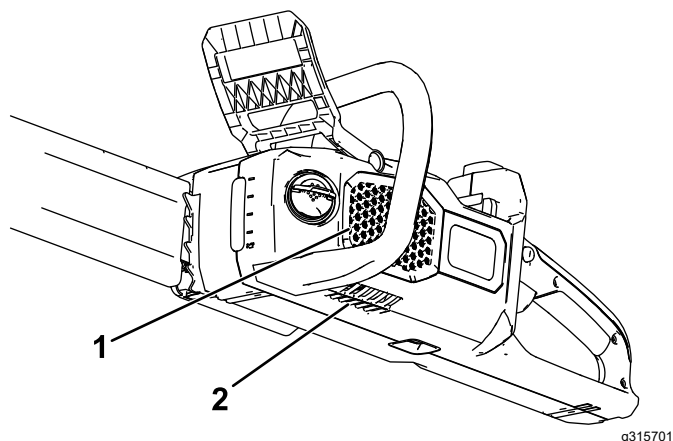

Figure 7
1. Assurez-vous que les événements sur la tronçonneuse sont exempts de poussière et de débris (Figure 7).